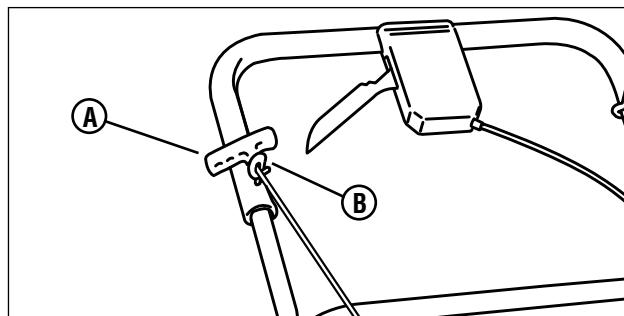

Figura 3: Sujeción del mango del cable retráctil de arranque
5. Oprima la palanca de parada del motor contra el asidero. (Consulte la sección titulada 'Palanca de parada del motor'). Hale lentamente el mango (A, **Figura 3**) del cable retráctil de arranque. Para sujetar el mango del cable retráctil de arranque a la guía (B) del cable, entrelace el cable a través de la guía de cable montada en el lado derecho del asidero.